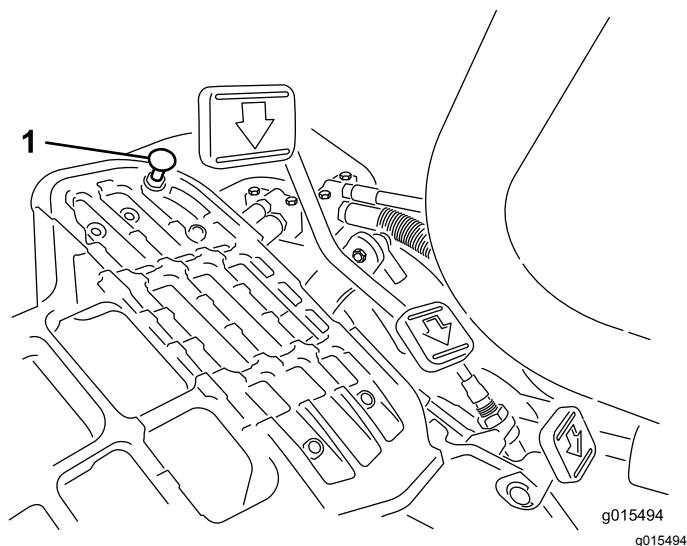

Figura 50
Carregue no pedal de tração. Se o pedal entrara em contacto com o batente (Figura 50) antes de se sentir tensão no cabo, é necessário efetuar um ajuste:
1. Desaperte as porcas de bloqueio de cabeça de flange que fixam o batente do pedal à placa inferior (Figura 50).